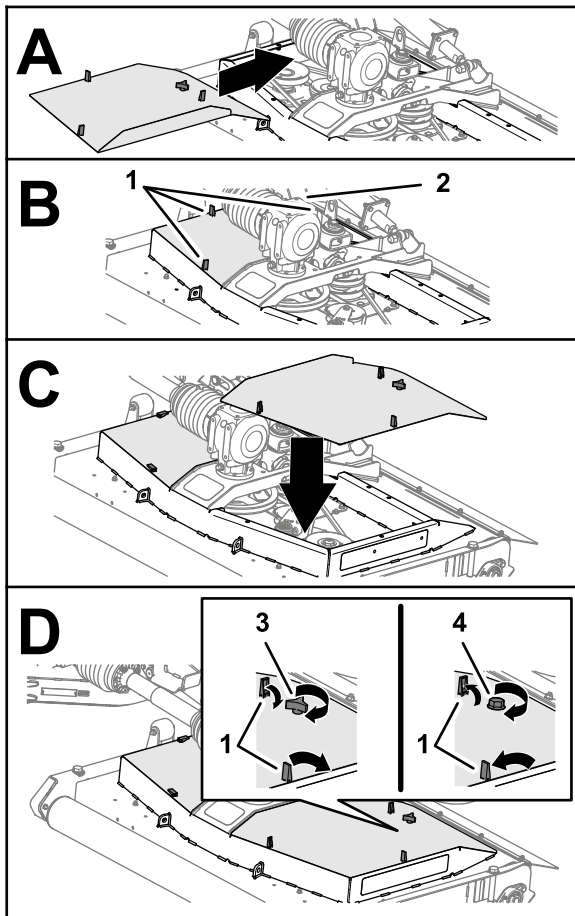

Figura 47
1. Alinee los cierres de la cubierta de la carcass con los orificios de la carcass de corte (Figura 47).
2. Monte la cubierta de la carcass en la carcass de corte (Figura 47).
3. Sujete la cubierta (Figura 47) como se indica a continuación:
4. Sujete los 3 cierres de la cubierta a la carcass de corte (Figura 47).
5. Repita los pasos 1 a 4 con las otras cubiertas que retiró (Figura 47).